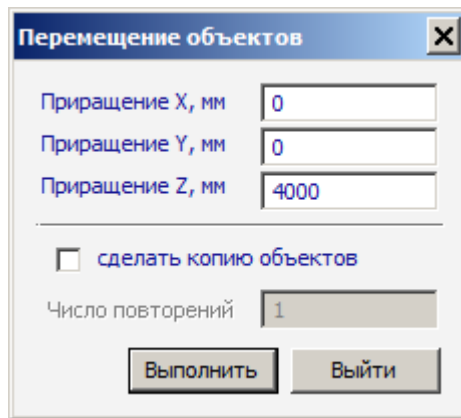

Рис.23.16. Диалоговое окно **Перемещение объектов**
- Вызовите диалоговое окно **Перемещение объектов** (рис.23.16) щелчком по кнопке  - **Перенос по координатам** в раскрывающемся списке **Перенести** (панель **Корректировка** на вкладке **Редактирование**).